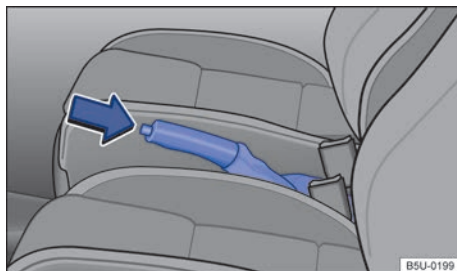

Fig. 91 Entre os bancos dianteiros: alavanca do freio de estacionamento.
- Puxar a alavanca do freio de estacionamento para cima com o botão bloqueador pressionado → Fig. 91 (seta).
- O freio de estacionamento está puxado quando, com a ignição ligada, a luz de controle (P) no instrumento combinado está acesa → Página 111.
- Puxar a alavanca do freio de estacionamento um pouco para cima e pressionar o botão bloqueador → Fig. 91 (seta).